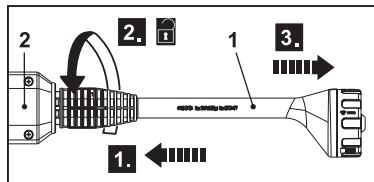

Fig. 2
1. Presione la lanza 5 en 1 (1) hacia la pistola pulverizadora (2) (Fig. 2, paso 1) y gírela hacia la izquierda (paso 2) para desbloquearla y retirarla (paso 3).